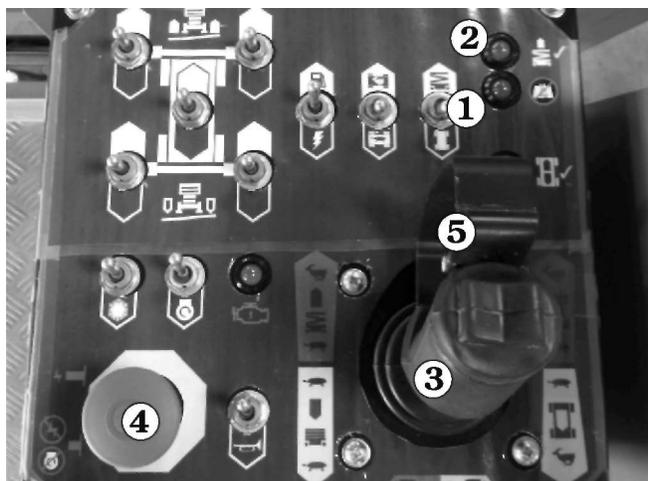

Abbildung 8.10
2. Stellen Sie den **Anhebe-/Absenk-Wahlschalter ①** auf Anheben (links) ein (siehe Abbildung 8.10).
3. Drücken Sie die **Sicherheitssteuerung ⑤** gegen die Steuerknüppel-Steuereinheit ③ (siehe Abbildung 8.10).
4. Drücken Sie den **Joystick ③** nach vorne um die Plattform anzuheben und ziehen Sie den **Joystick ③** nach hinten um die Plattform abzusenken. Mit dem Joystick können Sie die Hebegeschwindigkeit proportional regeln. Beim Senken haben Sie nur eine (1) Geschwindigkeit.